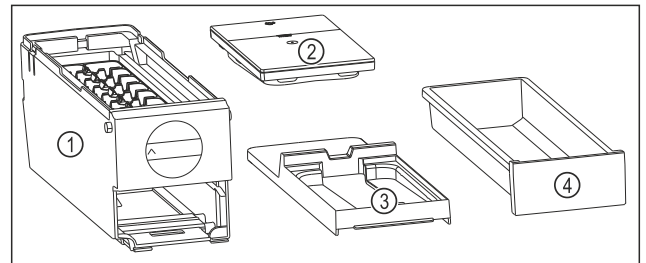

Fig. 132 Съставни части на EasyTwist-Ice
- EasyTwist-Ice е разглобен на четири части. (виж Fig. 132)
- Разглобявайте EasyTwist-Ice само на изобразените съставни части. (виж Fig. 132)
- Почистете корпуса на EasyTwist-Ice Fig. 132 (1) като едно цяло.